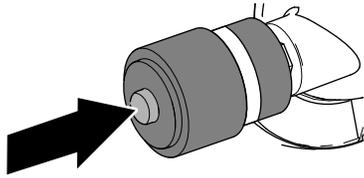

Bild 83
1. Wenn ein roter Streifen in der Wartungsanzeige des Luftfilters sichtbar ist, drücken Sie die Rücksetztaste am Ende der Anzeige (Bild 83).